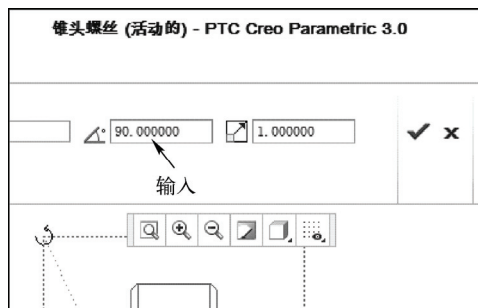

图 3-21 设置参数
STEP 03 选择所有的图形对象，单击“编辑”面板中的“旋转调整大小”按钮，打开“旋转调整大小”选项卡，在“以值或表达式的形式输入旋转角度”文本框中输入“90”，如图 3-21 所示。